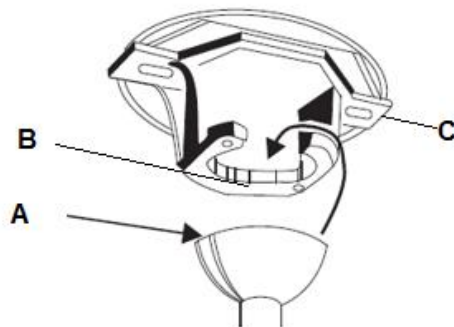

Abb. 7
Setzen Sie den kompletten Ventilator in die Halterung ein. Achten Sie darauf, dass der Passstift (B) der Halterung (C) in die Sicherungsnut (A) der Kugelaufhängung greift, um ein Verdrehen des Ventilators im Betrieb zu verhindern. (Abb. 7)